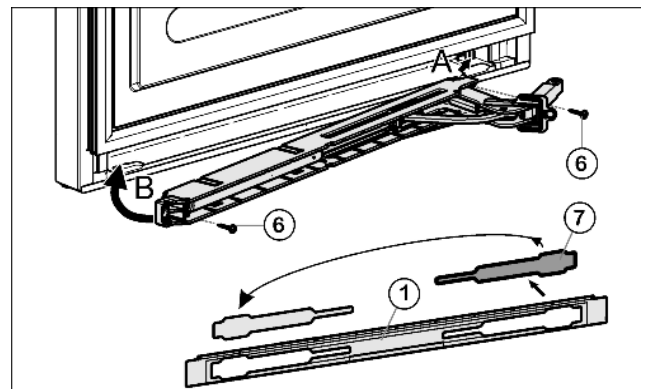

Fig. 12
- ▶ Abdeckung Fig. 12 (7) aus der Blende Fig. 12 (1) lösen und auf der anderen Seite wieder einsetzen.
- ▶ Schließdämpfereinheit mit dem Gelenk zur Scharnierseite zeigend einhaken (A) und einschwenken (B).
- ▶ Schließdämpfereinheit festschrauben (2 mal Torx 15) Fig. 12 (6).